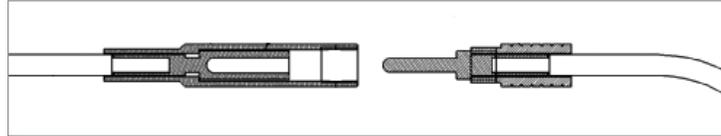

Figura 19-32 Extremos terminales de desconexión rápida de alimentación
- conector de terminal para alimentación; consulte la Figura 19-32